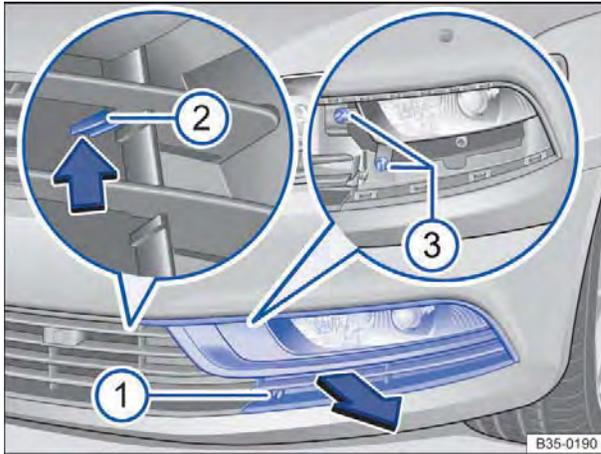
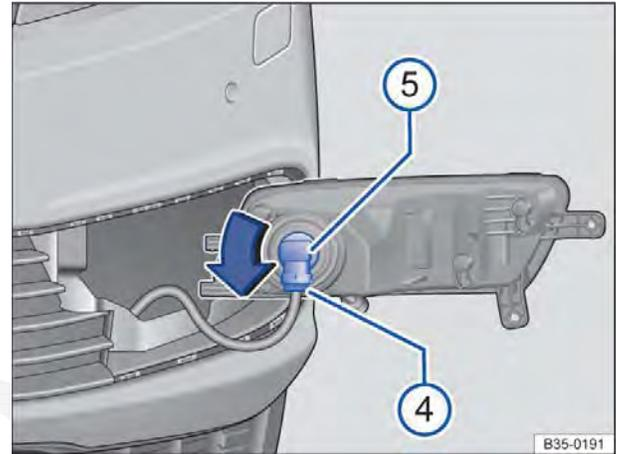

Fig. 246 No para-choque dianteiro à esquerda: farol de neblina.
Fig. 247 No farol desmontado: substituir a lâmpada incandescente.
2. Com a chave de fenda das ferramentas de bordo ⇒ Página 393, desaparafusar o parafuso de fixação ⇒ Fig. 246 ①.
3. Pressionar a lingueta ② no sentido da seta para cima, para soltar o encaixe.
4. Puxar a cobertura ⇒ Fig. 246 para frente no sentido da seta, para fora do para-choque.
5. Com a chave de fenda das ferramentas de bordo desaparafusar os parafusos de fixação ③.
7. Destruavar a conexão do conector ⇒ Fig. 247 ④ e retirar o conector.
8. Girar a lâmpada incandescente ⑤ no sentido anti-horário até o batente e retirá-la.
10. Colocar a lâmpada incandescente ⑤ na carcaça do farol e girar no sentido horário para a posição inicial.
12. Colocar a tomada ④ na lâmpada incandescente, até que ela se trave de maneira audível.
14. Instalar os parafusos de fixação ⇒ Fig. 246 ③.
15. Colocar a cobertura contra o sentido da seta ⇒ Fig. 246 no para-choque. Para tanto a lingueta ② deve encaixar.
16. Instalar os parafusos de fixação ①.